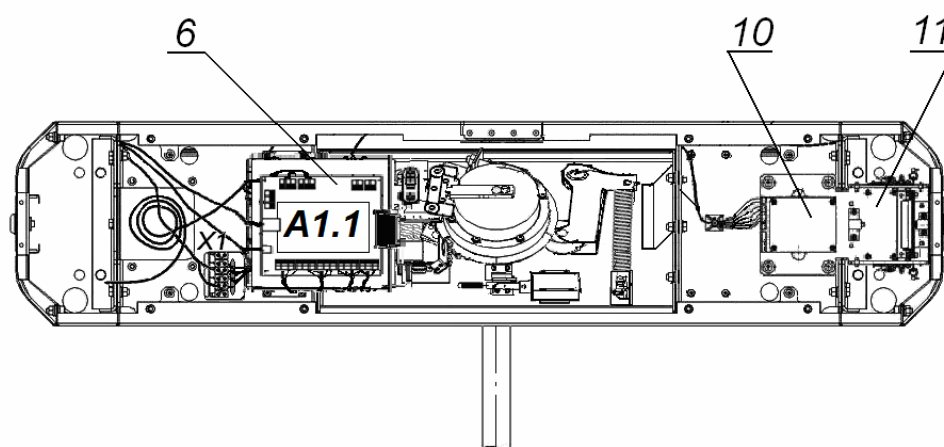

Рисунок 11. Схема прокладки кабелей в стойке ЭП
6. Подготовьте в полу отверстия под гильзы анкеров для крепления стойки ЭП. Установку и крепление стойки производите после прокладки всех кабелей в кабельном канале и внутри стойки. Схема прокладки кабелей в стойке показана на рис. 11.
7. Демонтируйте боковую заглушку (10) и выньте контейнер картоприемника (18), открыв ключом замки (11) и (19).
9. Снимите крышку стойки ЭП (3) (см. разд. 6).
10. Протяните кабели внутри стойки. Рекомендуемое расположение кабелей при прокладке внутри стойки показано на рис. 11.
14. Выполните заземление стойки ЭП в соответствии с требованиями ПУЭ («Правила устройства электроустановок»). Контакт заземления **Z1** (8, рис. 11) находится за боковой заглушкой стойки (10). Для крепления кабеля заземления на контакте используйте гайку М4.
При производстве механизм картоприемника (11, см. рис. 11) установлен со стороны считывателя №1 (А2).
1. Снимите крышку (3) в порядке, указанном в разд. 6.
2. Извлеките контейнер картоприемника (18), открыв замок (19).
3. Извлеките заглушку (10) с противоположной стороны, открыв замок (11).
4. Демонтируйте торцевые крышки (9); каждая крышка крепится двумя винтами М4×16 и двумя шурупами Ø4,2×19 снизу со стороны контейнера (18) или заглушки (10). Кабели встроенных в крышки считывателей отсоединять не нужно.
7. Отсоедините кабель картоприемника от платы картоприемника (10, рис. 11).